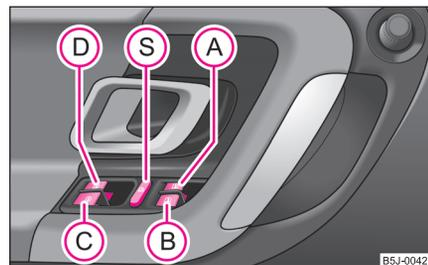

Abb. 28 Tasten in der Fahrertür
Die Schalter für die einzelnen Fenster befinden sich im Bedienteil in der Fahrertür ⇒ Seite 41, Abb. 28, Beifahrertür und in den hinteren Türen\*.
Sie können durch Drücken des Sicherheitsschalters  ⇒ Seite 41, Abb. 28 die Schalter der Fensterheber in den hinteren Türen außer Funktion setzen. Durch wiederholtes Drücken des Sicherheitsschalters  sind die Tasten der Fensterheber in den hinteren Türen wieder in Funktion.
- **Werden auf den Rücksitzen Kinder befördert, wird empfohlen, die elektrischen Fensterheber der hinteren Türen außer Funktion zu setzen (Sicherheitsschalter)  ⇒ Seite 41, Abb. 28.**